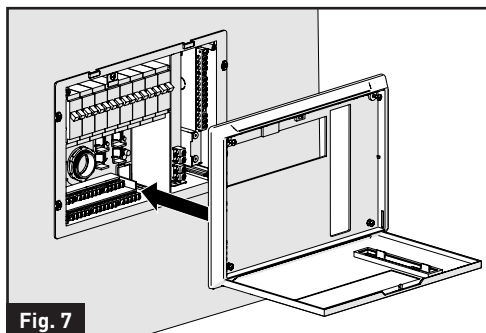
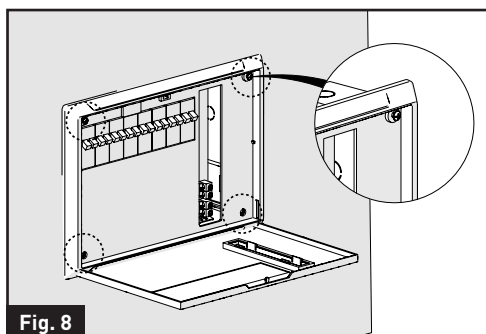

Fig. 7
Fig. 8
8. Vuelva a colocar la carcasa en el panel de distribución y apriete los tornillos en las cuatro esquinas. (Fig. 7 y Fig. 8)